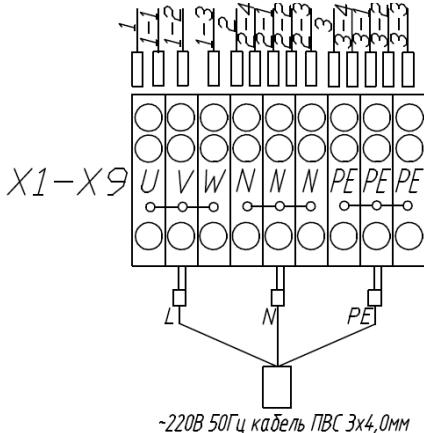
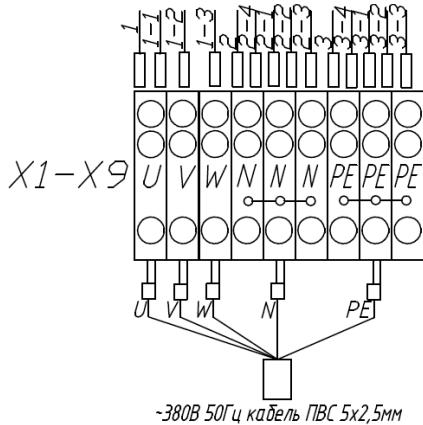

Рис.2 Подключение к
Рис.3 Подключение к
4.4. В состоянии поставки станция подготовлена для подключения к однофазной сети 220В (см.рис.2). Для подключения к трехфазной сети 380В необходимо предварительно снять перемычку с клемм для подключения фазных проводов (см.рис.3)